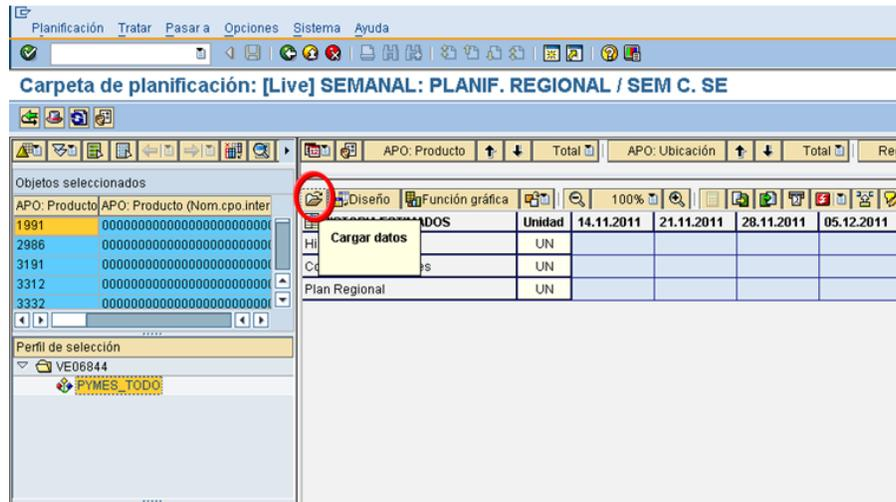

Figura 28: “Sistema SAP”
f) Una vez seleccionados los códigos de materiales, se cargan los datos en el menú que se muestra. Ver Figura 28.